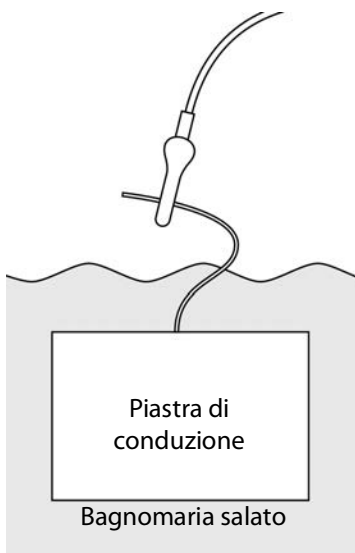

Figura 14 Collegamento alla piastra del conduttore
- a Collegare il conduttore nero alla piastra di conduzione nel bagnomaria salato come illustrato nella **Figura 14**.